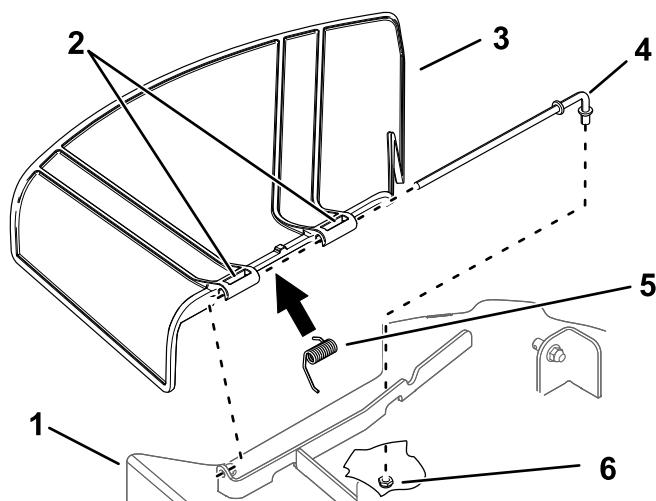

Figura 67
1. Retire la tuerca ( $\frac{3}{8}$ " ) de la varilla (debajo del cortacésped) (Figura 67).
2. Retire la varilla del soporte de la carcasa, del muelle y del deflector de hierba (Figura 67).
4. Instale el deflector de hierba nuevo (Figura 67).
7. Deslice la varilla por el segundo pivote del deflector de hierba (Figura 67).
9. Sujete el extremo trasero de la varilla al cortacésped con una tuerca ( $\frac{3}{8}$ " ), según se muestra en Figura 67.